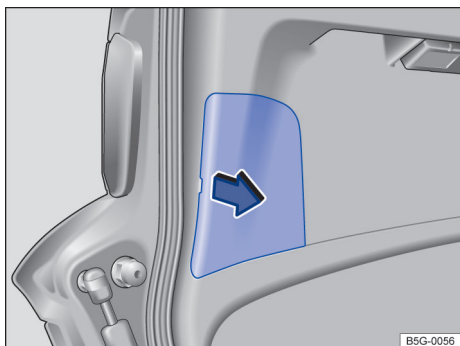

Fig. 193 Na tampa do compartimento de bagagem: retirar a tampa.
- 3 Desinstale a tampa com cuidado no sentido da seta, se for necessário alavancando com a ponta chata da chave de fenda das ferramentas de bordo → Fig. 193.